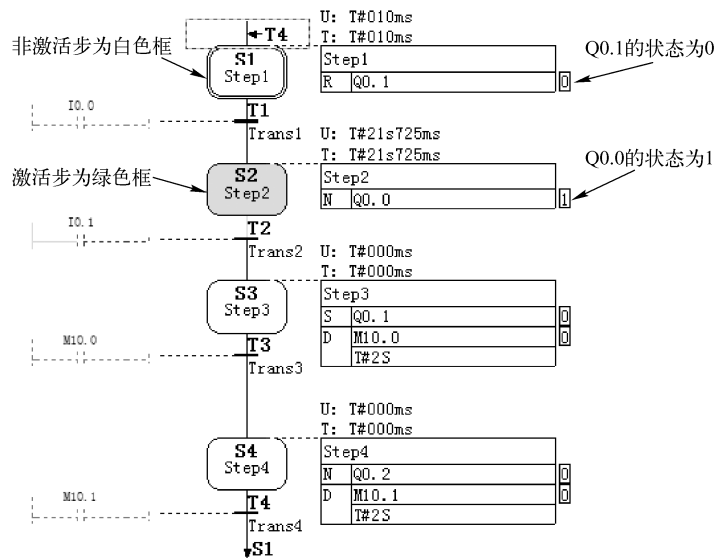

图 7-36 FB1 中的 GRAPH 程序
6) 运行仿真。把程序下载到仿真器 S7 - PLCSIM 中，将“I0.0”置为“1”。再切换到 S7 - GRAPH 编辑器界面，单击标准工具栏中的“Monitor”按钮，处于监控状态下，FB1 中的 GRAPH 程序如图 7-36 所示。